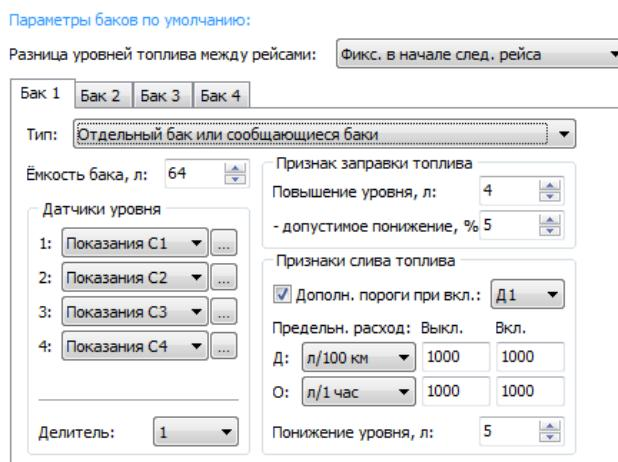

Рис.61 – Настройка сообщающихся и отдельных баков.
- В ряде случаев между рейсами может появиться разница уровней топлива. В программе предложены три варианта обработки этой разницы (рис.61, п. **Разница уровней топлива между рейсами**):